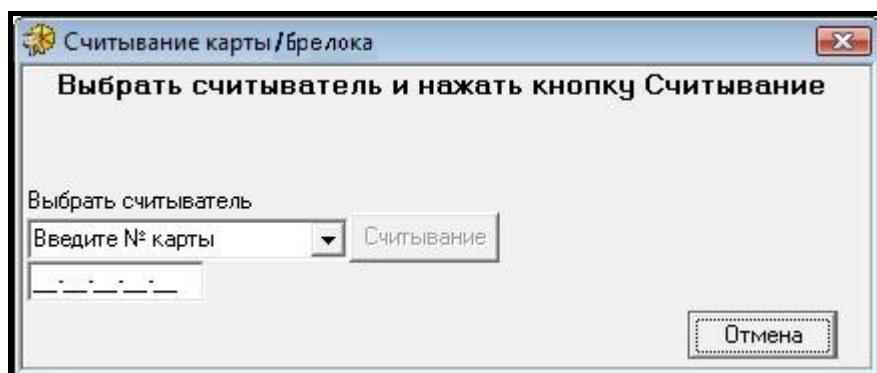

Рис. 27. Окно добавления карт / ключей пользователю.
8. Если пользователю должна быть назначена карта / ключ, то кликните по кнопке ДОБАВИТЬ. Откроется окно СЧИТЫВАНИЕ КАРТЫ / КЛЮЧА (см.: рис. 27).